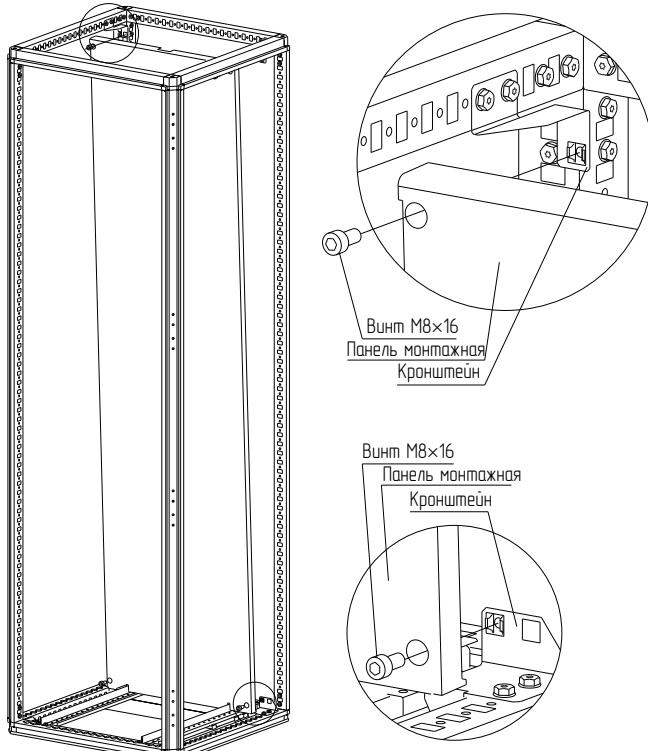

Рисунок 10
4.4.4 Прислоните панель монтажную к кронштейнам и закрепите винтами M8×16 (Рисунок 10). Момент затяжки – 10 Н·м.